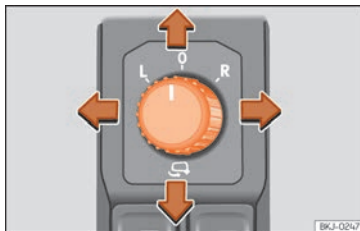

Fig. 147 Mando de los retrovisores exteriores.
1. En primer lugar, gire el mando » **fig. 147** hasta la posición **L (retrovisor izquierdo)**.
- Gire el mando » **fig. 147** hasta la posición  para plegar los retrovisores exteriores. Para evitar daños en el vehículo, debería plegar los retrovisores exteriores siempre que utilice un túnel de lavado automático.